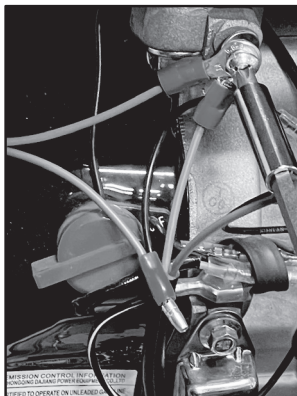
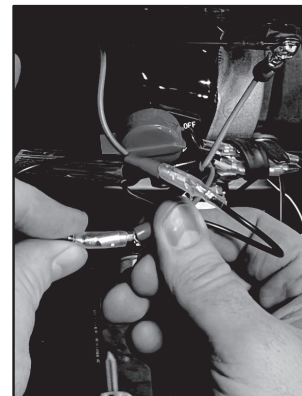

Fig. 43
Fig. 44
Étape 27 : Câbler le bouton d'arrêt d'urgence. Le bouton d'arrêt d'urgence est raccordé au moteur en connectant le fil bleu à la borne de mise à la terre (fig. 43) et en fixant le connecteur cylindrique sur le fil brun à la borne cylindrique noire qui est connectée à l'interrupteur de verrouillage de porte de roue (fig. 44). La borne cylindrique à fil noir n'est pas connectée à quoi que ce soit et est là pour permettre l'ajout d'un autre interrupteur si nécessaire.